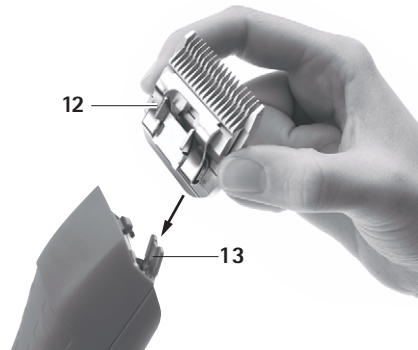

图 2
- 切割頭 12 插在開啓之量測鉸鏈 13 上，參見 图 2。
- 切割頭 12 輕輕朝 FAV5 CL/Fortis 剪毛機方向按壓，參見 图 2。聽到切割頭 12 齒合。